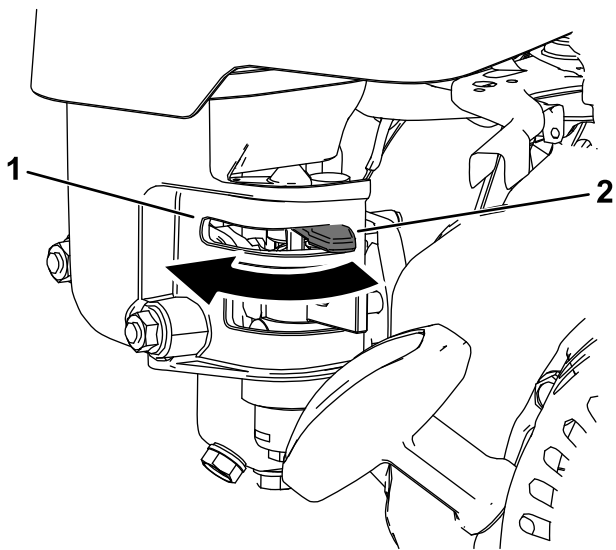

Figure 17
- Pour fermer le robinet d'arrivée de carburant, tournez le levier à l'opposé de la poignée du lanceur (Figure 17).